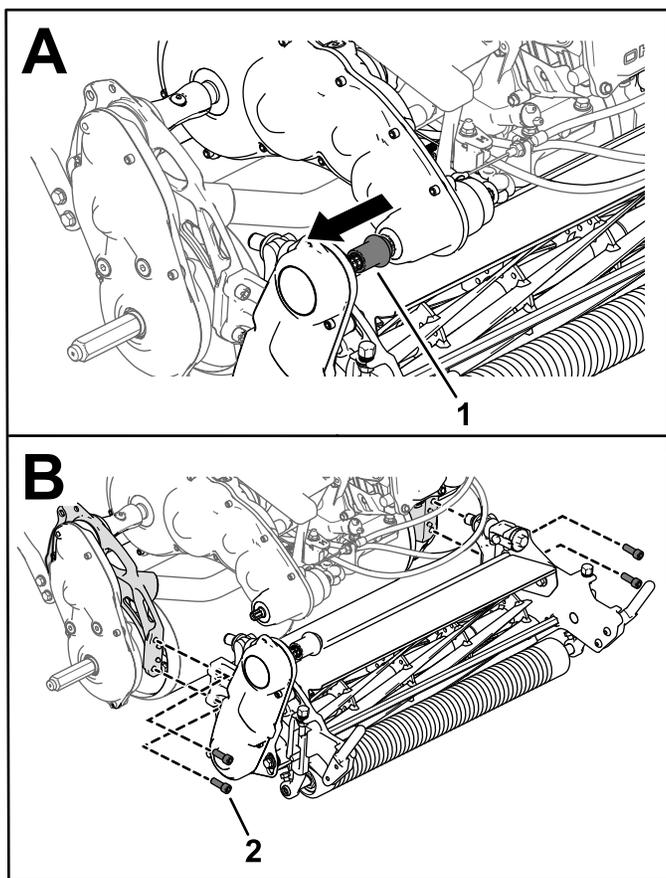

Рисунок 50
3. Сдвиньте муфту привода режущего блока с ведущего вала трансмиссии (Рисунок 50).
4. Отверните винты с внутренними шестигранниками, которые крепят режущий блок к раме (Рисунок 50).